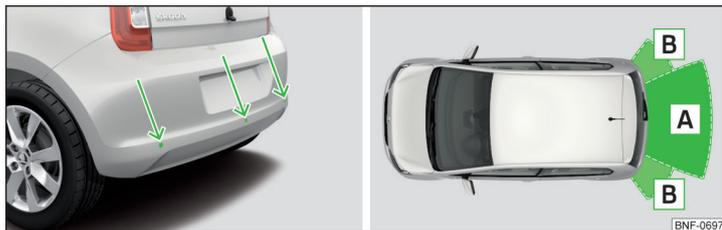

Fig. 125 Lugar de instalación de los sensores / Alcance de los sensores
- Mantener los sensores del sistema » fig. 125 de la pág. 109 limpios, libres de nieve y hielo, y no cubrirlos con ningunos objetos, de lo contrario puede estar limitado la función del sistema.
El sistema calcula la distancia entre el parachoques y un obstáculo mediante ondas ultrasónicas. Los sensores de ultrasonidos se encuentran en el parachoques trasero » fig. 125.
**Alcance más o menos de los sensores » fig. 125**